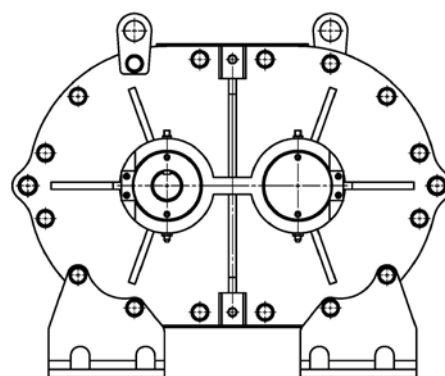

Рисунок 2
- б) горизонтальная установка, вертикальное прохождение воздуха, ведущий вал слева (см. рисунок 2);